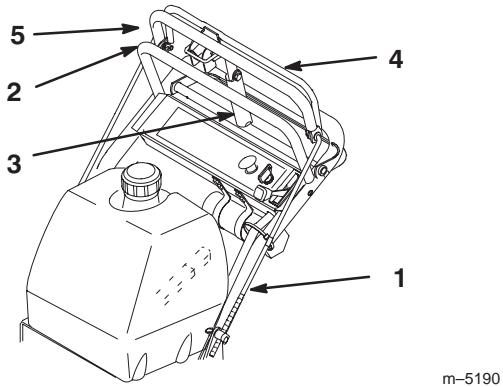

Figure 8
3. Vérifiez l'espace entre la barre de commande supérieure et la barre fixe quand la transmission aux roues est complètement embrayée. Il doit mesurer environ 25 à 32 mm (Fig. 8).